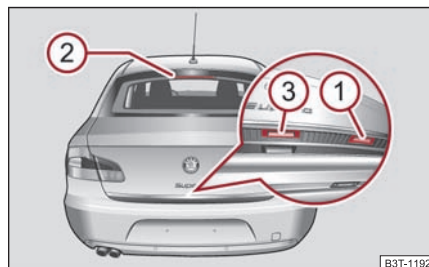

Abb. 45 Griff der Gepäckraumklappe
- Drücken Sie den Griff  ⇒ Abb. 45 an der Unterseite der Gepäckraumklappe.
- Drücken Sie auf den Griff ③ und heben Sie gleichzeitig die Gepäckraumklappe an.